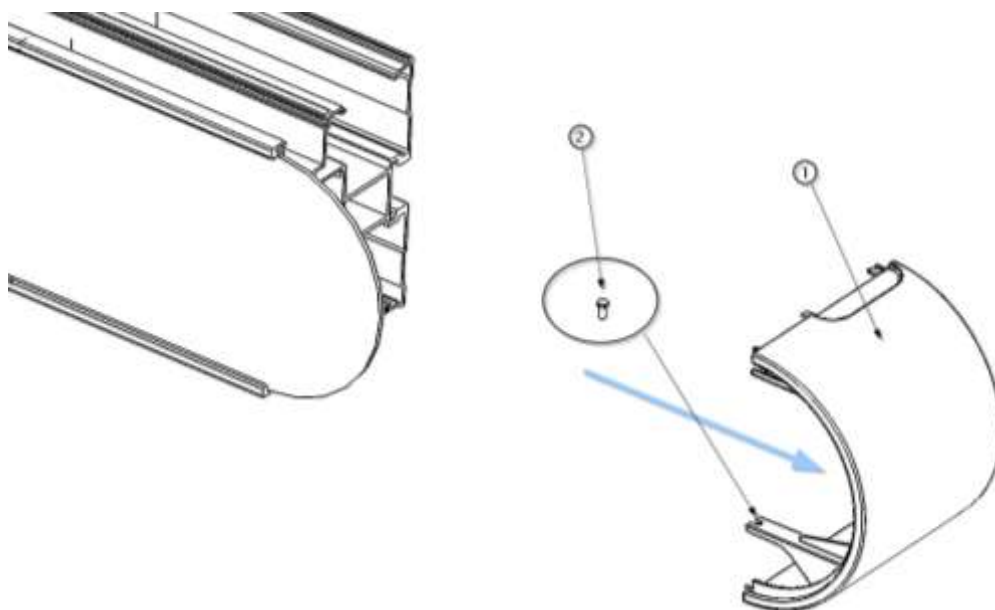

Fig. 4 Verwijderen van de zijpanelen
- Verwijder de schroef M4 x 10 ② DIN 7505 en schuif de zijwand ① in de richting van het chassis van het apparaat om deze te verwijderen, zoals aangegeven in afbeelding 4.
- Om de frontplaat ① weer terug te plaatsen, hoeft u deze alleen maar in de richting van het chassis in zijn positie te schuiven totdat de frontplaat tegen de aanslag komt en de bevestigingsschroef ② aan te brengen.